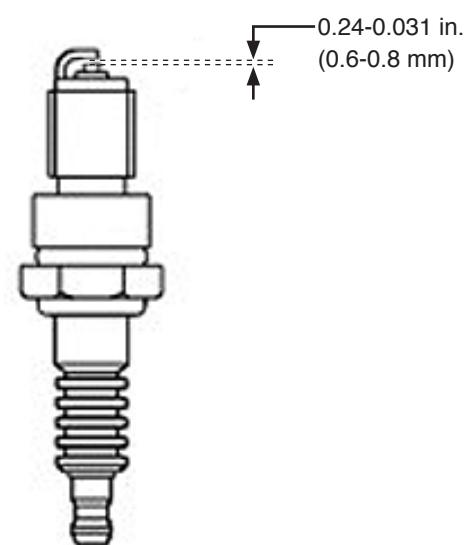

Figura 15
6. Verificar que el salto de chispa de la bujía sea de 0.24-0.031 in. (0.6-0.8 mm). (Véase la Figura 15)